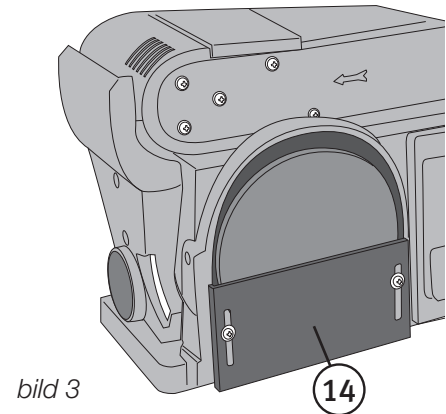

bild 3
3.1 Montera/byt sliprondell (bild 3)